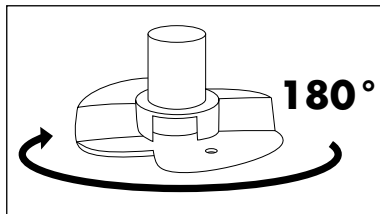
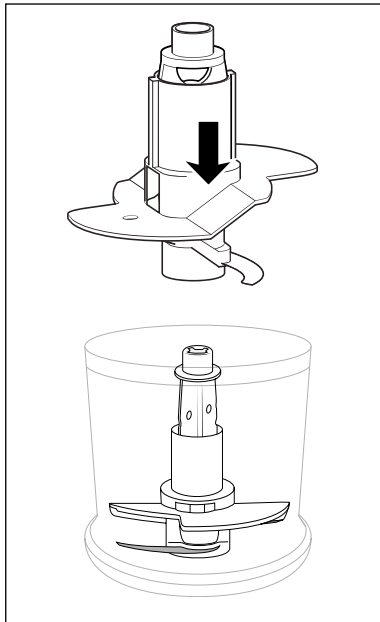

Fig. 2
Fig. 3
- Para 200 ml de natas, rode o acessório para bater 10 180° na horizontal (fig. 2), de modo que assente e encaixe apenas numa lâmina 7 (fig. 3). Este roda, então, mais acima nas natas: